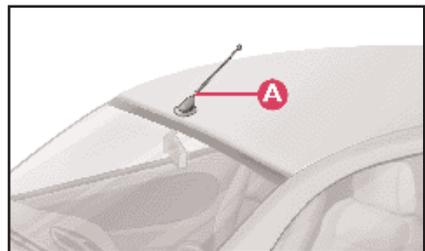

fig. 94
– antenne bifonction (autoradio + téléphone portable) **A** (fig. 94) située sur la partie avant du toit;